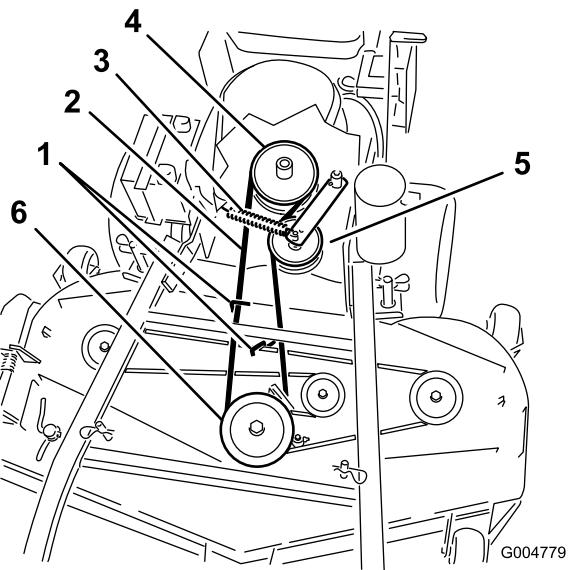
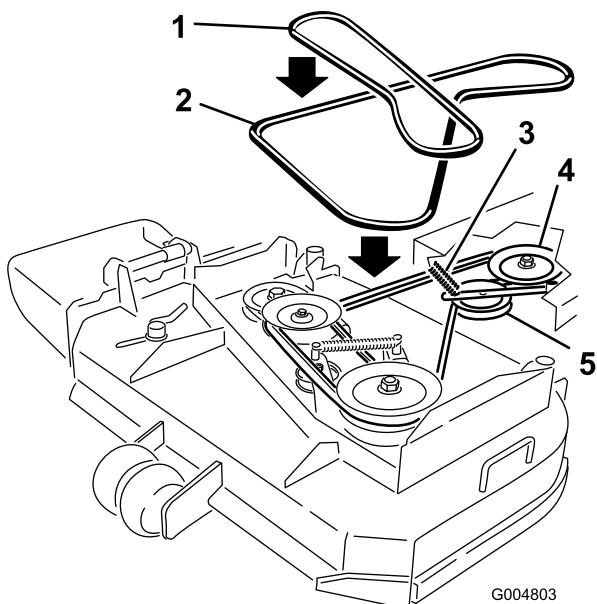

Figure 64
Figure 65
- Retirez la courroie de la poulie centrale sur le plateau de coupe (Figure 64). Reportez-vous à la Figure 65 pour enlever la courroie de la poulie gauche sur un plateau de coupe de 36 pouces. Procédez avec précaution lors du retrait de la courroie, car la tension est augmentée par la poulie de tension rappelée par ressort.
- Retirez la courroie de la poulie de moteur et la poulie de tension rappelée par ressort (Figure 64). Reportez-vous à la Figure 65 pour déposer la courroie des poulies sur le plateau de coupe de 36 pouces.
- Placez une courroie neuve sur la poulie de moteur et la poulie de tension rappelée par ressort (Figure 64).
- Installez la courroie sur la poulie centrale du plateau de coupe (Figure 64). Procédez avec précaution lors de la reposée de la courroie, car la tension est augmentée par la poulie de tension rappelée par ressort. Reportez-vous à la Figure 65 pour installer la courroie sur la poulie gauche sur un plateau de coupe de 36 pouces.
- Réglez l'écartement entre le guide et la courroie à 3 mm (1/8") pour les plateaux de coupe de 40, 48 et 52 pouces (Figure 64).